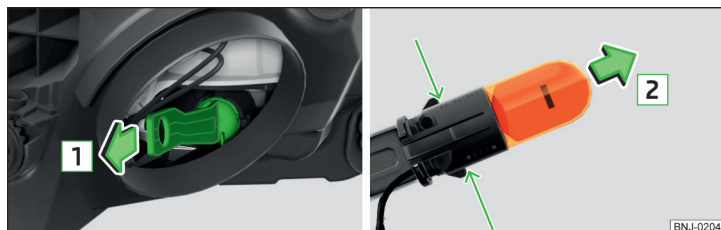

Bild 212 Byte av blinkersglödlampa
- Dra ut sockeln med glödlampen i pilens riktning **1** » bild 212 genom att vicka på den.